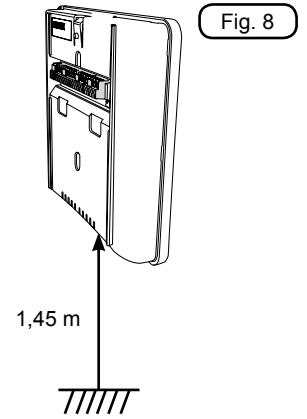

Fig. 8
- Fixer la plaque d'accrochage du moniteur au mur ou sur la boîte à encastrer universelle (de type 503 ou ronde), à une hauteur de 1,45 m du sol au bord inférieur (Fig. 8, 8A, 8B, 8C).